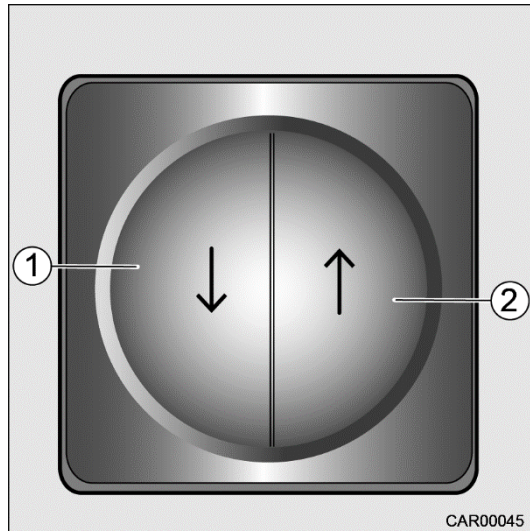

Fig. 83 Lit de pavillon électrique en cabine
2. Appuyer sur la touche (Fig. 83/1) et la maintenir appuyée pour abaisser le lit de pavillon. Abaisser complètement le lit de pavillon jusqu'à son support.
1. Appuyer sur la touche (Fig. 83/2) et la maintenir appuyée. Relever le lit de pavillon complètement jusqu'en butée.